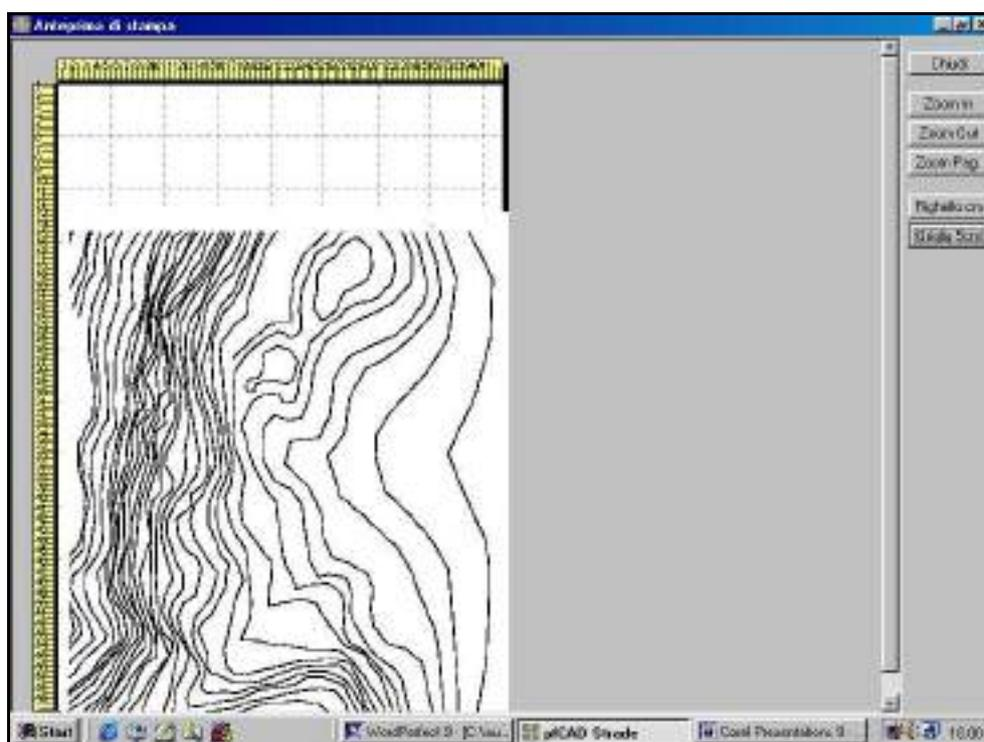

FIGURA 1.11
- **Anteprima:** l'anteprima mostra il risultato delle impostazioni di stampa in una videata uguale a quella di figura 1.11 che segue.